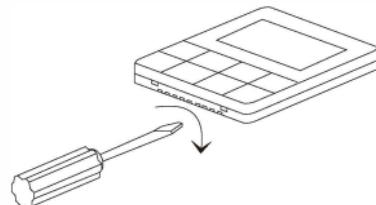

Fig.1
2. Como ilustrado na Fig. 1, utilize uma chave de fendas plana para fazer alavanca ligeiramente na ranhura inferior do controlador com fio (uma força excessiva poderia danificar a placa eletrónica).